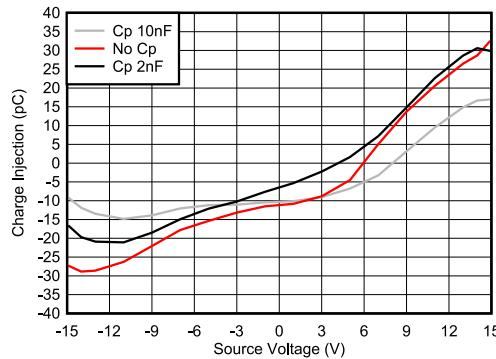

図 8-2. 電荷注入補償
TMUX620x には、ドレイン (Dx) への電荷注入を低減するための専用アーキテクチャが搭載されています。敏感なアプリケーションでの電荷注入をさらに低減するために、ソース (S) に補償コンデンサ (Cp) を追加できます。これにより、スイッチの遷移からドレイン (D) ではなくソース (S) の補償コンデンサへ余分な電荷が流れます。一般的に、Cp はドレイン (D) の等価負荷容量よりも 20 倍大きい必要があります。図 8-2 に、ソース側のさまざまな補償コンデンサによる電荷注入の変動を示します。このプロットは、TMUX62xx ファミリーの一部として、100pF の負荷容量を持つ TMUX6219 でキャプチャしたものです。